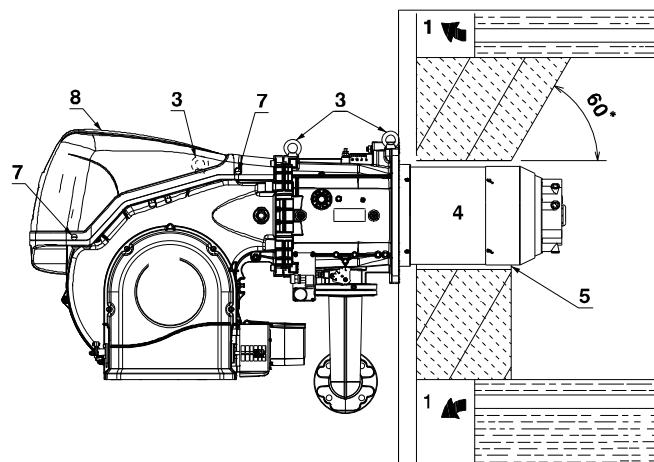

Fig. 15
Pentru centralele cu trecere frontală a gazelor arse 1)(Fig. 15) sau cu cameră de flacără inversă, o căptușeală refractară 5), între căminul refractar 2) și duza 4).
Pregătiți un sistem de ridicare adecvat prin agățarea inelelor 3)(Fig. 15), după ce ați îndepărtat șuruburile 7) de fixare a capotei 8).
- Glisați protecția termică furnizată peste duza 4)(Fig. 15).